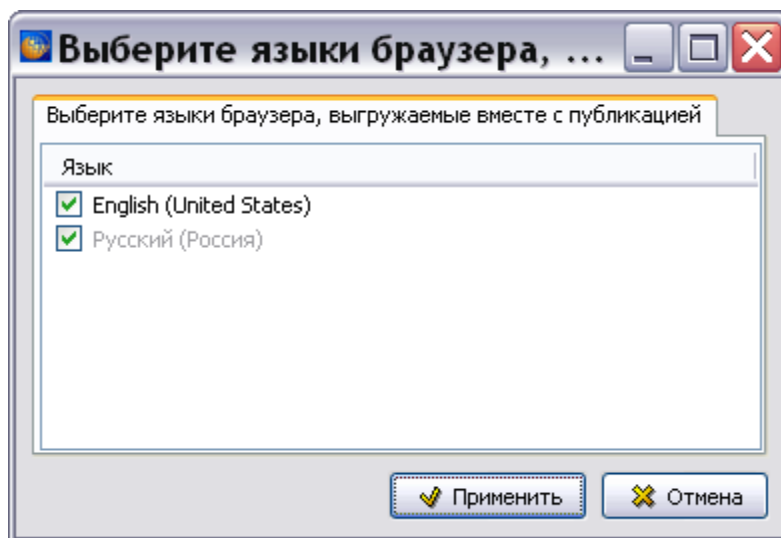

Рис. 21.29
12. Для выбора языка программы TG Browser, выгружаемого вместе с публикацией, нажмите на кнопку  **Локализации браузера...**. Укажите названия языков, выгружаемых вместе с публикацией (Рис. 21.29). Выбор русского языка нельзя отменить.